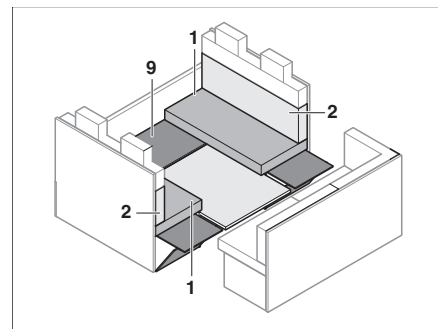

Bild 156 Während des Umbaus
- Unterbau (Bild 156,9) wieder auflegen.